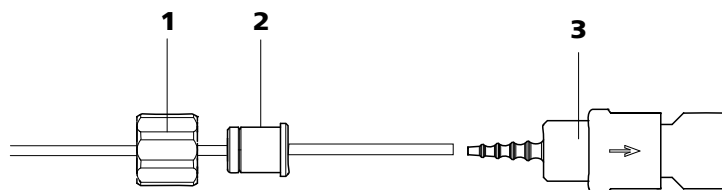

Figura 33 Instalación de una conexión de tubo de bomba con filtro
Para proteger el MSM de partículas extrañas o del crecimiento de bacterias se tiene que montar una conexión de tubo de bomba con filtro (6.2744.180) (33-3)(véase *Figura 33, página 61*) entre la bomba peristáltica y los capilares de entrada del MSM.
- **Caso A:** Conecte una conexión de tubo de bomba **con filtro** 6.2744.180 (véase Figura 33, página 61) o